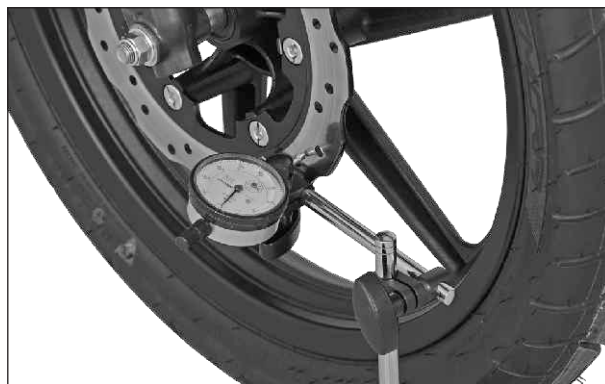

Fig. 6.33
- La deformación del disco de freno no debe superar el límite especificado. Mida la deformación del disco de freno en la periferia del disco con una comparador de caratula. (Fig. 6.33)
- Si la deformación excede el límite, verifique si la causa está en el rodamiento de la rueda o en la disco de freno. Reemplace las partes defectuosas. (Fig. 6.33)